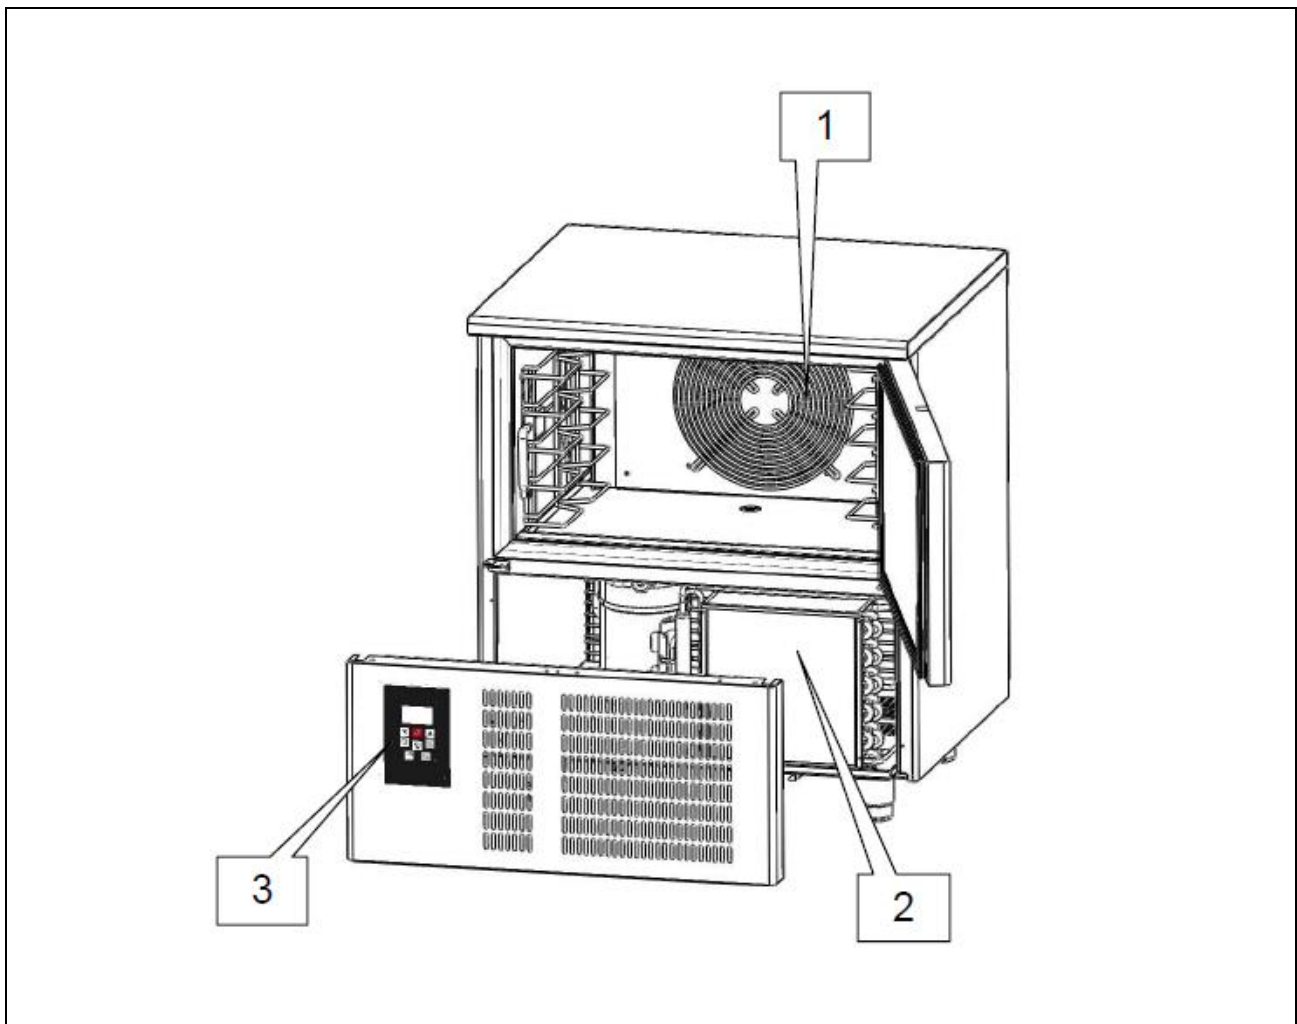

Abb. 3
- Kondensatoreinheit (Ref. 2, Abb. 3);
- Verdampfer Einheit (Ref. 1, Abb. 3);
- Bedienungsfeld (Ref. 3, Abb. 3)